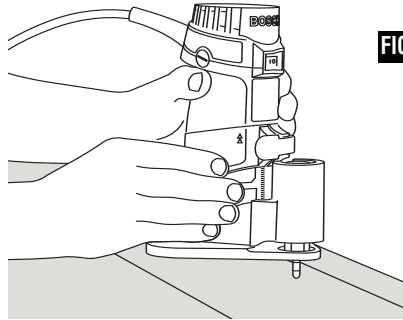

FIG. 22
L'embase excéntrée PR004 a été conçue pour le touillage dans des emplacements restreints, particulièrement pour le dégrossissage des stratifiés dans des endroits inaccessibles par une embase fixe standard, tout spécialement les endroits à proximité de surfaces verticales adjacentes, telles que les dessus de dossier de comptoirs déjà installés (Fig. 22).
1. Il faut saisir la toupie excentrée en posant une main au niveau de la zone de préhension sur le moteur et l'autre main sur le dessus de la broche excentrée soutenant le devant du moteur (Fig. 22).